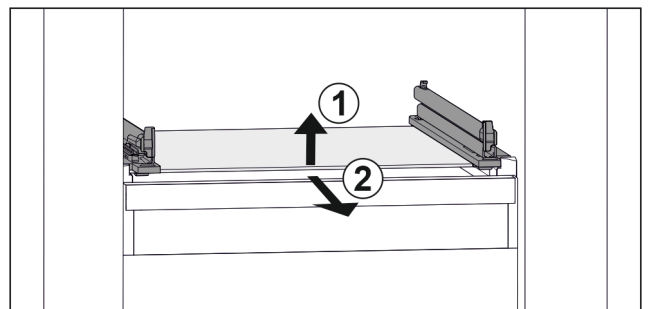

Fig. 129 Rappresentazione esemplificativa del ripiano in vetro
- ▶ Sollevare il ripiano in vetro dal davanti. Fig. 129 (1)
- ▶ Rimuovere il ripiano in vetro tirando in avanti. Fig. 129 (2)